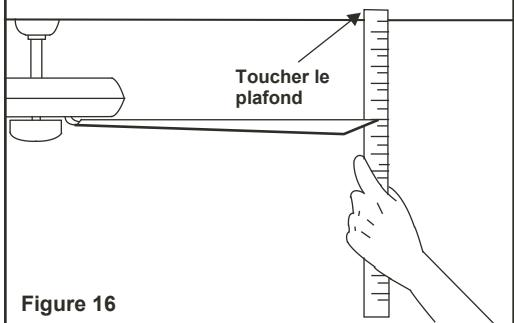

Figure 16
2. La plupart des problèmes d'oscillation des ventilateurs surviennent lorsque les pales ne sont pas toutes au même niveau. Vérifiez le niveau en choisissant un point au plafond qui soit aligné avec la pointe de l'une des pales. Mesurez la distance, comme illustré à la Fig. 16. Faites tourner le ventilateur jusqu'à ce que la prochaine pale soit placée correctement pour prendre la mesure. Répétez cette opération pour chacune des pales. Tout écart de distance doit demeurer à l'intérieur de 1/8 po.